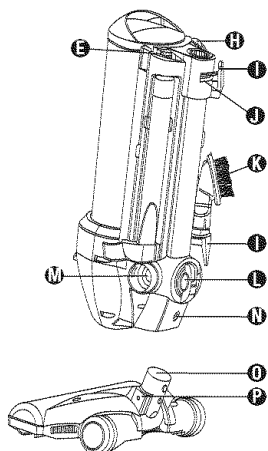

FIG. 2
- Ⓔ Off / Suction / Brushroll switch (FIG. 2)
- Ⓗ Dust cup release button (FIG. 2)
- Ⓘ Cord hook (FIG. 2)
- Ⓝ Telescoping handle release (FIG. 2)
- Ⓚ Dusting brush (FIG. 2)
- Ⓛ Hose actuator valve (FIG. 2)
- Ⓜ Hose coupling (FIG. 2)
- Ⓝ Lock button (FIG. 2)
- Ⓞ Receiving tube (FIG. 2)
- Ⓟ Connector pins (FIG. 2)
- Ⓔ Interruptor para apagar / accionar la succión / accionar el cepillo circular (FIG. 2)
- Ⓗ Botón para liberar el recipiente para polvo (FIG. 2)
- Ⓘ Ganchos para el cordón (FIG. 2)
- Ⓝ Acople de la manguera (FIG. 2)
- Ⓚ Cepillo para polvo (FIG. 2)
- Ⓛ Válvula que acciona la manguera (FIG. 2)
- Ⓜ Acople de manguera (FIG. 2)
- Ⓝ Botón traba (FIG. 2)
- Ⓞ Traba para liberar el mango plegadizo (FIG. 2)
- Ⓟ Pasadores conectadores (FIG. 2)